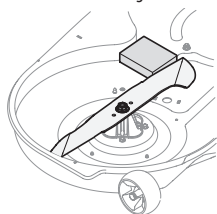

Figura 35
2. Coloque un bloque de madera entre el deflector del alojamiento central de la plataforma y la cuchilla de corte, para que actúe como estabilizador. Consulte la Figura 35.
3. Extraiga la tuerca de brida hexagonal que asegura la cuchilla al montaje de husillo. Consulte la Figura 35.
3. Coloque un bloque de madera entre el deflector del alojamiento de la plataforma y la cuchilla de corte para que actúe como estabilizador. Consulte la Figura 35.